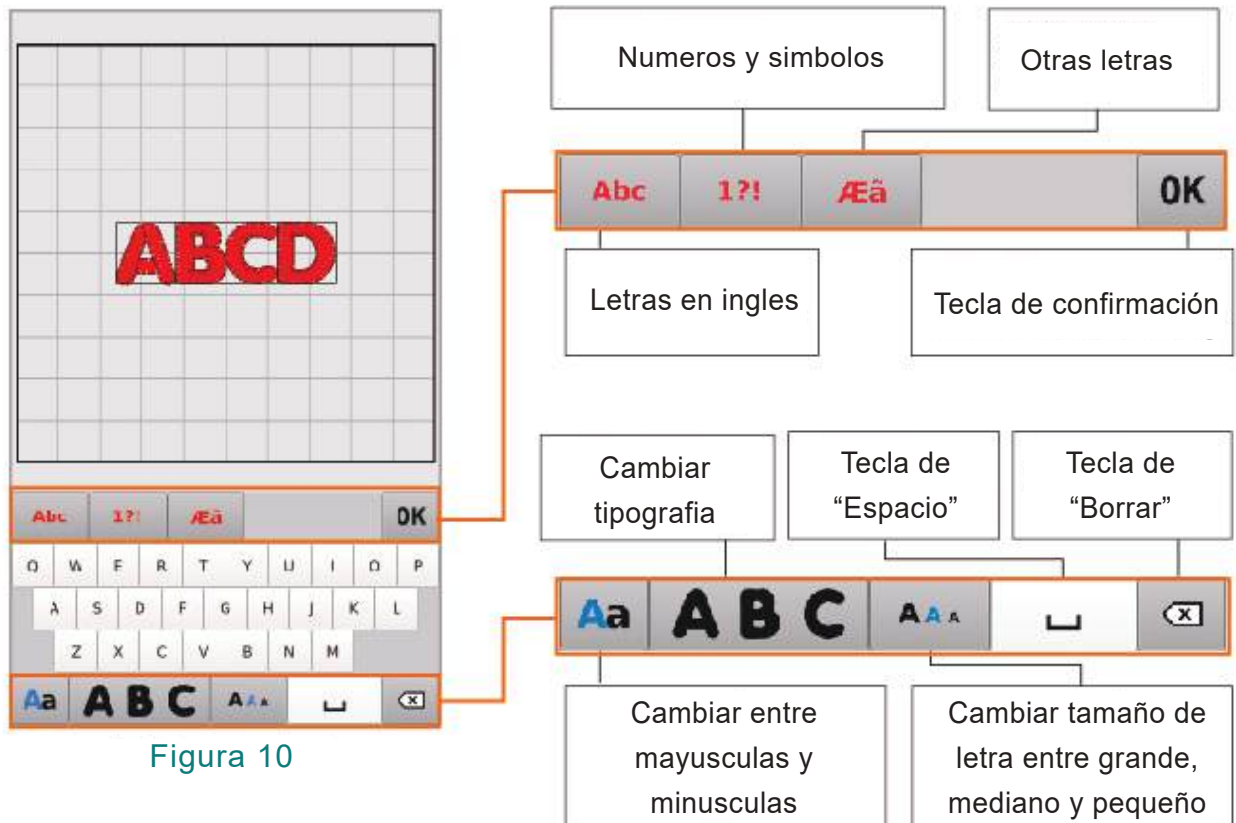

Figura 10
2. Haga clic en una de las ocho fuentes para ingresar a la interfaz de la Figura 10. Ingrese letras, números, símbolos, etc. y presione "Confirmación"